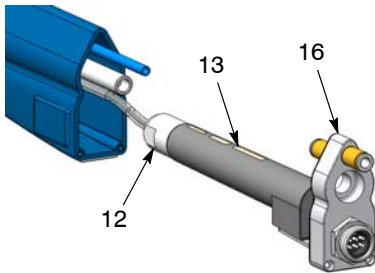

Figura 27 Demontarea multiplicatorului din carcasă
2. A se vedea Figura 27. Trageți din carcasă radiatorul (16) cu multiplicatorul (13) atașat. Continuați să trageți până când puteți prinde piulița multiplicatorului (12).